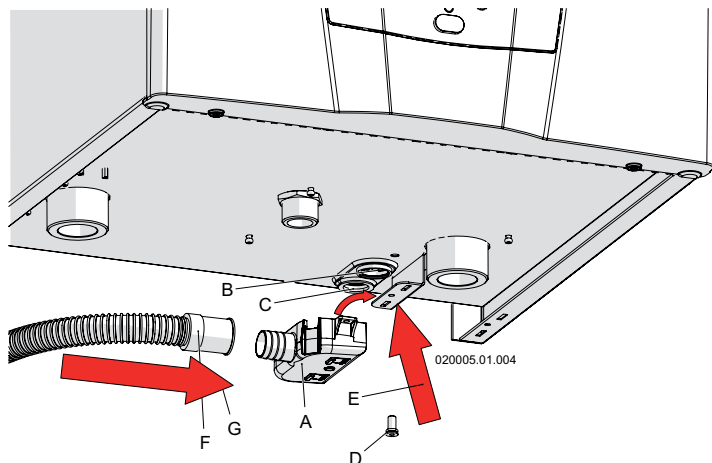
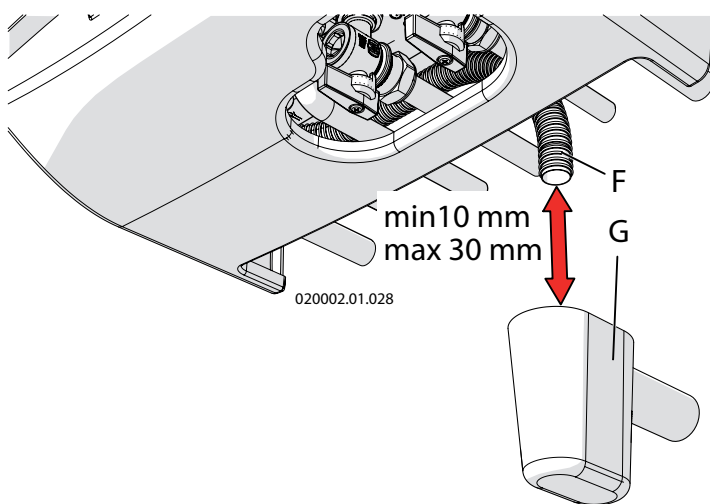

Figure 5-4 - Raccord du conduit d'évacuation de la soupape de sûreté et évacuation de la condensation
Figure 5-6 - Entonnoir siphon (sur demande)
L'intérieur de la chaudière est muni d'un siphon pour l'évacuation des condensats (voir la figure 3-2, détail "33") et pour prévenir la sortie des produits de la combustion, qui sont acheminés vers le conduit "B" (voir la figure 5-4), puis dans un autre siphon anti-odeurs (voir la figure 5-6, détail "G") pour prévenir le retour des mauvaises odeurs dans les locaux (le siphon anti-odeurs "G" est fourni sur demande). La cuvette "A" est fournie déjà montée tel qu'illustré à la figure 5-4 et fixée au moyen de la vis "D"; le conduit d'évacuation "F" est lui-aussi déjà monté tel qu'illustré à la figure 5-4.
- ☞ pour les locaux d'habitation et les bureaux avec plus de 10 utilisateurs, il peut être raccordé à l'installation d'évacuation des eaux usées domestiques par un siphon muni d'une disjonction permettant de prévenir la pressurisation du système (siphon à l'intérieur de la chaudière) et de prévenir le retour des mauvaises odeurs des égouts (détail "G" de la figure 5-6). Si le bureau a moins de 10 utilisateurs, avant de raccorder le système à l'installation d'évacuation des eaux usées domestiques, il vaut mieux se munir d'un neutralisateur d'eau de condensation (voir le chapitre 9 pour l'acidité et la quantité de l'eau de condensation);
La chaudière est protégée des surpressions par une soupape de sûreté réglée à 3 bars (voir la figure 3-2, détail "30"). L'évacuation de la soupape de sûreté (détail "C" de la figure 5-4) et l'évacuation de la condensation (détail "B" de la figure 5-4) doivent être acheminées vers un tuyau "F" (voir la figure 5-4) ayant un diamètre intérieur de 13 mm minimum; le tuyau "F" doit ensuite déverser à ciel ouvert avec le siphon anti-odeurs (détail "G" de la figure 5-6). Ce siphon d'évacuation doit éviter les surpressions en cas d'ouverture de la soupape et doit permettre à l'utilisateur de vérifier son enclenchement éventuel.
Le tuyau "F" de la figure 5-6 est fourni monté de série avec la cuvette "A" de la figure 5-4. Le siphon anti-odeurs "G" de la figure 5-6 est fourni sur demande.